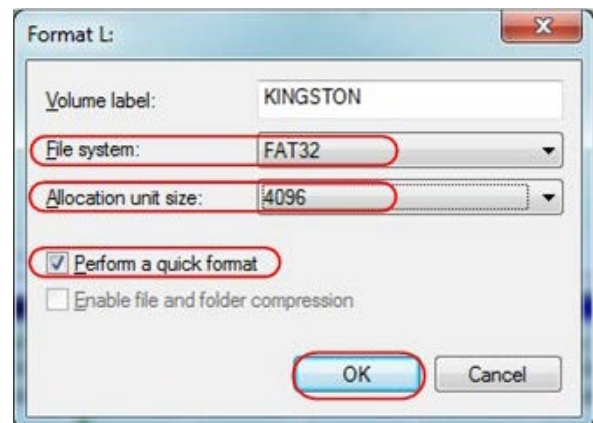

Рисунок 4.4. Настройки форматирования USB-накопителя
- В открывшемся диалоговом окне выберите файловую систему FAT32, установите размер единичного блока выделения на значение 4096, установите галочку на опции «Быстрое форматирование» (**Perform a quick format**). Нажмите кнопку **OK** и в открывшемся диалоговом окне щелкните по кнопке «Да» (**Yes**) (рисунок 4.4).